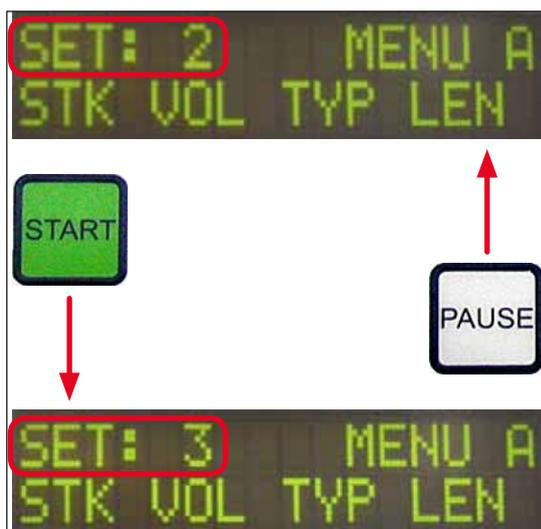

Рис. 39
① В общей сложности предусмотрены четыре программы (**SET 1 – SET 4**), которые могут быть сохранены в приборе с различными настройками параметров.
- Нажатием **PAUSE** вызывается следующая программа более высокого уровня (→ Рис. 39).